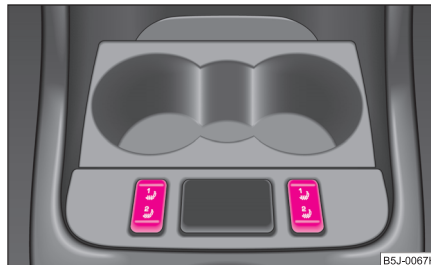

Fig. 48 Interrupteur:
- En mettant l'interrupteur sur la position ① ou ②, vous allumez le chauffage des sièges avant soit à 25 % soit à 100 % de la puissance ⇒ fig. 48.